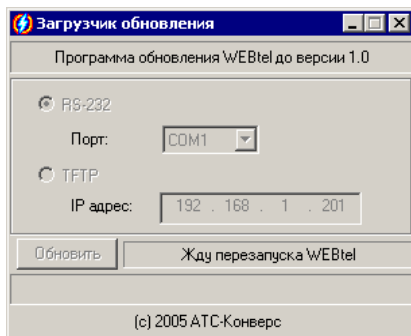

Рисунок 33 – Ожидание перезапуска адаптера
10.5.4 В статусной строке рядом с кнопкой «Обновить» должно появиться сообщение «Жду перезапуска WEBtel» (рисунок 33).